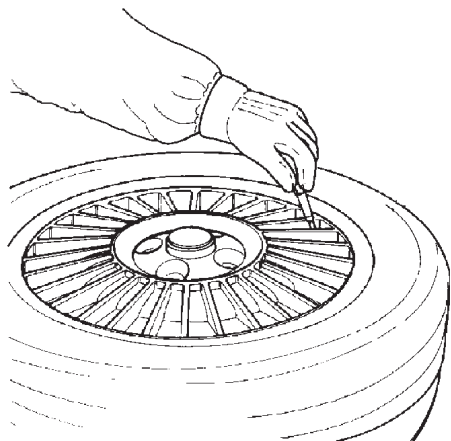

Fig. 4.1-1
A. Enlever toutes les masses des bords de la jante. Enlever la tige de la valve ou l'embout et dégonfler le pneu (Fig. 4.1-1).